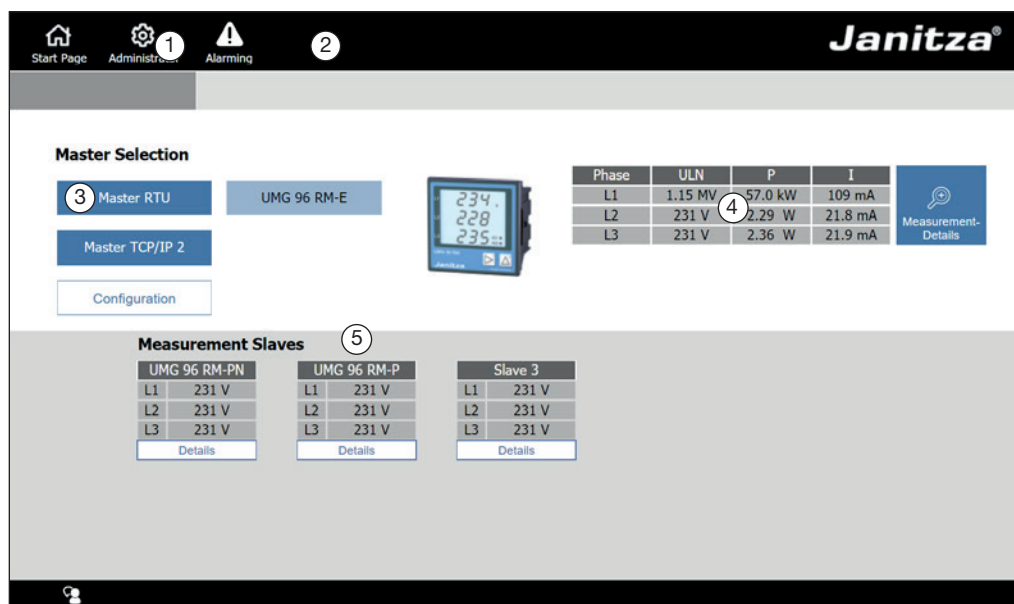

图09: 开始页
在开始页（图09）上，您可看到所有集成设备的概览，其构造如下：
通过 **Settings**（设置）（图09 ①）和选项卡 **User Settings**（用户设置）可调取该登录窗口。